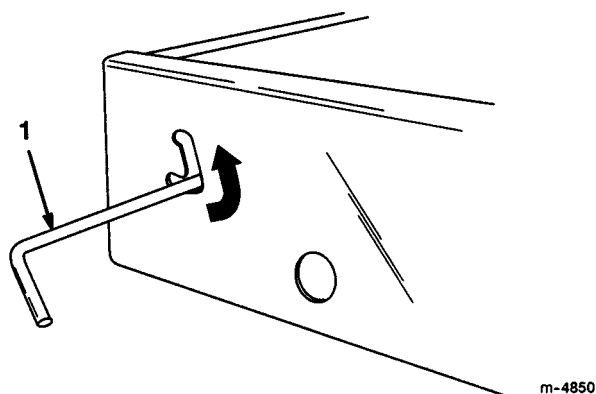

図 9
1. ラッチを「切り込み」の上位置にスライドさせる（図9）。